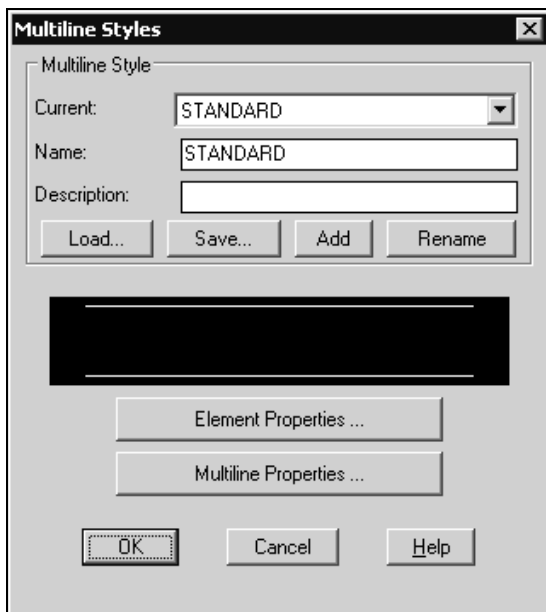

Рис. 13.6. Диалоговое окно установки стилей мультилиний
2. В диалоговом окне **Multiline style** (Стили мультилиний) (рис. 13.6) в полях **Name** (Имя) и **Description** (Пояснение) введите имя создаваемого стиля и пояснение к нему соответственно. С учетом пробелов размер пояснения не должен превышать 255 символов. Если используется уже созданный стиль, его следует выбрать в списке **Current** (Текущий) и щелкнуть мышью на кнопке **OK** для выхода из диалогового окна.